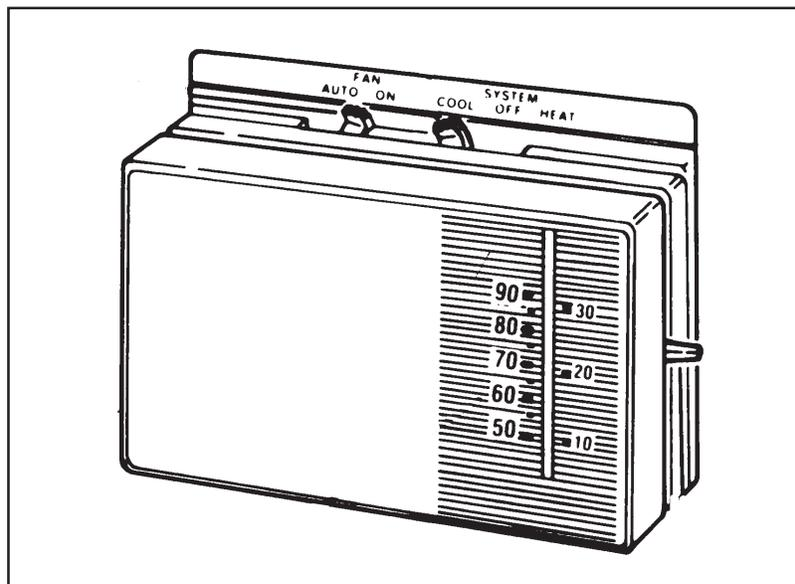

Figure 1. Typical Thermostat
1. Set the thermostat system switch to COOL and the thermostat fan switch to AUTO. (See Figure 1)
1. Set the thermostat system switch to HEAT and the thermostat fan switch to AUTO. (See Figure 1)
System Shutdown—Set the thermostat system switch to OFF and the thermostat fan switch to AUTO. (See Figure 1)
6. Move the gas control knob clockwise  to "OFF". (See Figure 1)
7. Wait five (5) minutes to clear out any gas. Then smell for gas, including near the floor. If you smell gas, STOP! Follow "B" in above information. If you don't smell gas, go to the next step.
8. Move the gas control knob counterclockwise  to "ON". (See Figure 1)
6. Faire tourner le robinet à gaz dans le sens des aiguilles d'une montre  pour l'amener sur la position OFF (Arrêt) (Voir Figure 1).
7. Attendre cinq (5) minutes pour s'assurer de la dissipation du gaz.
8. Faire tourner le robinet à gaz dans le sens inverse des aiguilles d'une montre  pour l'amener sur la position ON (Marche) (Voir Figure 1).
4. Move the gas control knob clockwise  to "OFF". Do not use force. (See Figure 1)
4. Faire tourner le robinet à gaz dans le sens des aiguilles d'une montre  pour l'amener sur la position OFF (Arrêt) Ne pas forcer (Voir Figure 1).
To Operate the Indoor Blower Continuously —Set the thermostat fan switch to ON (may be called CONT on some thermostat models). (See Figure 1)